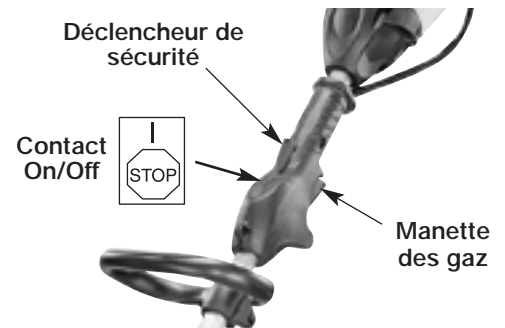

Fig. 5
2. Mettre le contact en position de Marche (Fig. 5).
5. Attrapez fermement la poignée - enfoncez le déclencheur de sécurité & le déclencheur d'accélération en position Acceleration Maxi (Fig. 5).
1. Mettre le contact en position de Marche (Fig. 5).
3. Saisir fermement la poignée des gaz, appuyer à FOND sur la manette (pleins gaz) (Fig. 5).